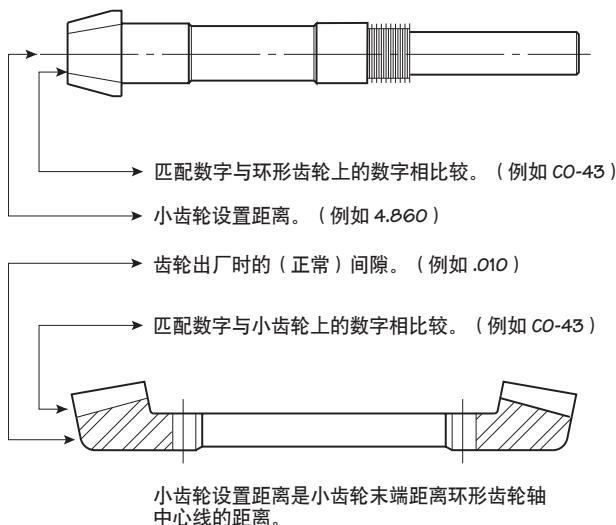

图 9 齿轮匹配数字和设置数据
在小齿轮架中装配新小齿轮前, 请检查小齿轮和螺旋锥环形齿轮的匹配数字, 确保它们是匹配的齿轮组。齿轮出厂时就匹配成组包好了, 不应分开。如图9所示, 数字蚀刻在小齿轮和环形齿轮上。
1. 将 O 型环 (702) 装到小齿轮架子组合件上。
2. 用正确数量的垫片将小齿轮架子组合件用螺栓固定到外壳，达到小齿轮正面蚀刻指示的小齿轮设置距离。请参见图 9。旋紧至 $102 \text{ N} \cdot \text{m}$ 扭矩。
5. 安装定位销 (20) 以对齐轴承孔。用旋紧至 $102 \text{ N} \cdot \text{m}$ 扭矩的帽螺栓将外壳盖固定到外壳。
6. 放置顶部级间帽垫片 (500)，用旋紧到 $116-122 \text{ N} \cdot \text{m}$ 扭矩的放置螺栓安装级间轴承盖。
7. 将上风扇轴轴承外圈 (422) 装入减速机外壳盖 (图中未显示)。